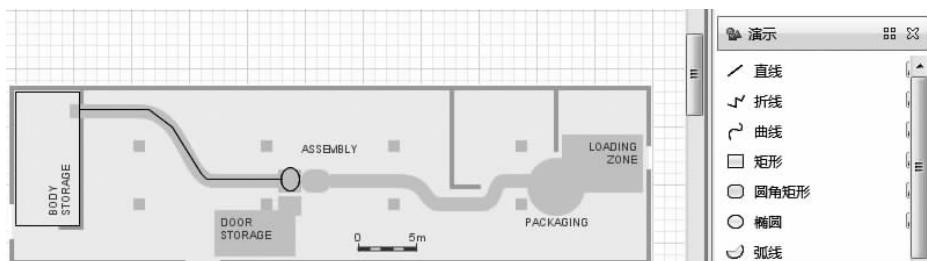

图 3-36 背景布局图片中椭圆的绘制
- (1) 绘制组装机器人区域来放置洗衣机的机身。在“演示”面板双击“椭圆”项，并绘制一个圆环，如图 3-36 所示。